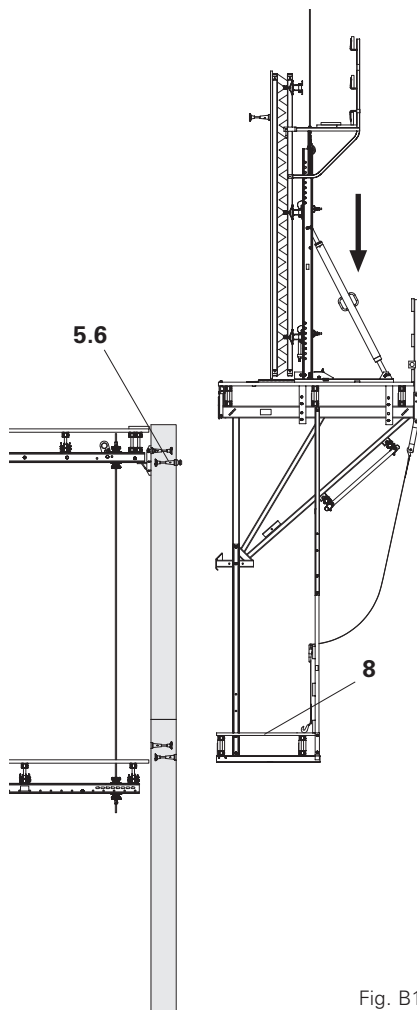

Fig. B1.30
10. Fechar o assoalhamento da plataforma de recuperação (8). (Fig. B1.30)